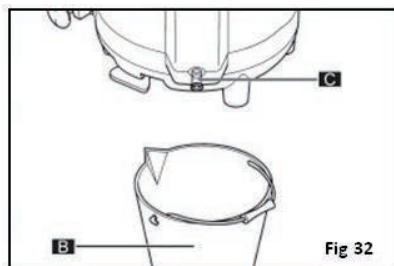

Fig 32
- Coloque un contenedor (B) de más de 3 litros de capacidad bajo la boquilla de purgado (C).
- Utilice una moneda o una llave Allen para desenroscar el tapón del purgado (C).
- Tire firmemente del tapón (C) y espere a que el depósito se haya vaciado por completo (Fig. 32).